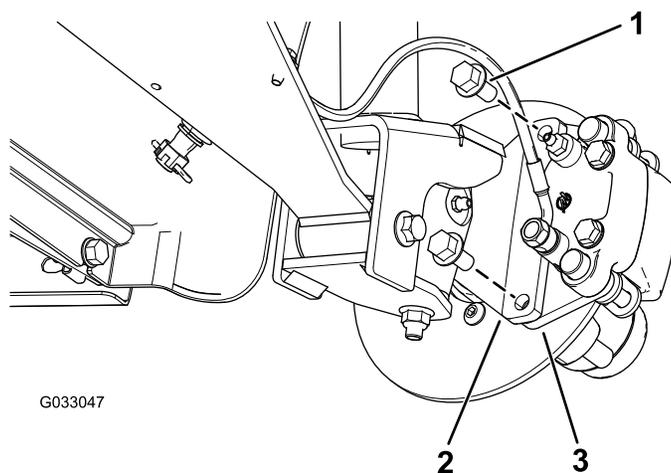
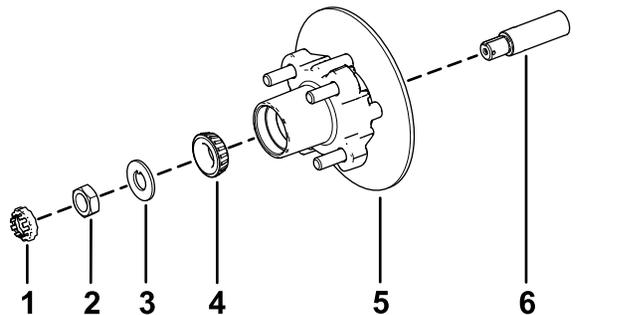

Рисунок 32
Рисунок 36
3. Выверните болты с фланцевыми головками ($\frac{3}{8} \times \frac{3}{4}$ дюйма), которые крепят кронштейн тормоза в сборе к оси, и отделите тормоз от оси (Рисунок 32).
- Нанесите тонкий слой консистентной смазки указанного типа на ось (Рисунок 36).
- Установите ступицу и тормозной диск на ось так, чтобы тормозной диск был внутри (Рисунок 36).
- Установите наружный подшипник на ось и в наружное кольцо (Рисунок 36).
- Установите стопорную шайбу на ось (Рисунок 36).
поворачивая ступицу так, чтобы подшипник был посажен на место (Рисунок 36).
2. Совместите тормозные колодки с обеих сторон тормозного диска (Рисунок 32) с отверстиями в кронштейне суппорта и отверстиями в креплении тормоза на цапфе (Рисунок 36).
3. Закрепите кронштейн суппорта на цапфе (Рисунок 32) с помощью 2 болтов с фланцевыми головками ($\frac{3}{8}$ x $\frac{3}{4}$ дюйма).